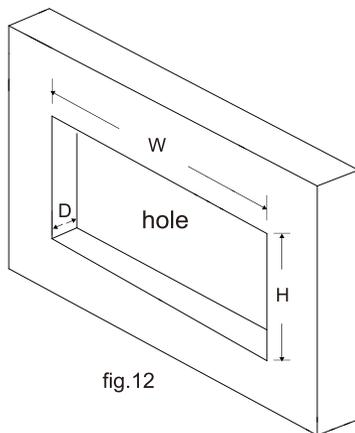

fig.12
4. Sélectionnez une cloison sèche/manteau pour ouvrir un trou pour le foyer. Taille du trou comme ci-dessous chat. (fig. 12)